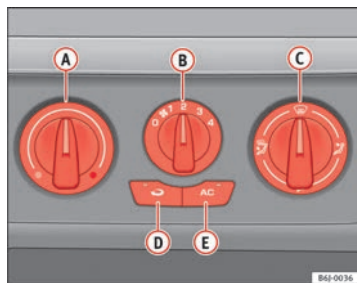

Fig. 105 Sulla plancia portastrumenti: i comandi dell'aria condizionata
- I comandi $\Rightarrow$ fig. 105 **A** e **C** e la manopola **B** servono a regolare la temperatura, a selezionare il livello di potenza del ventilatore e ad indirizzare il flusso d'aria.